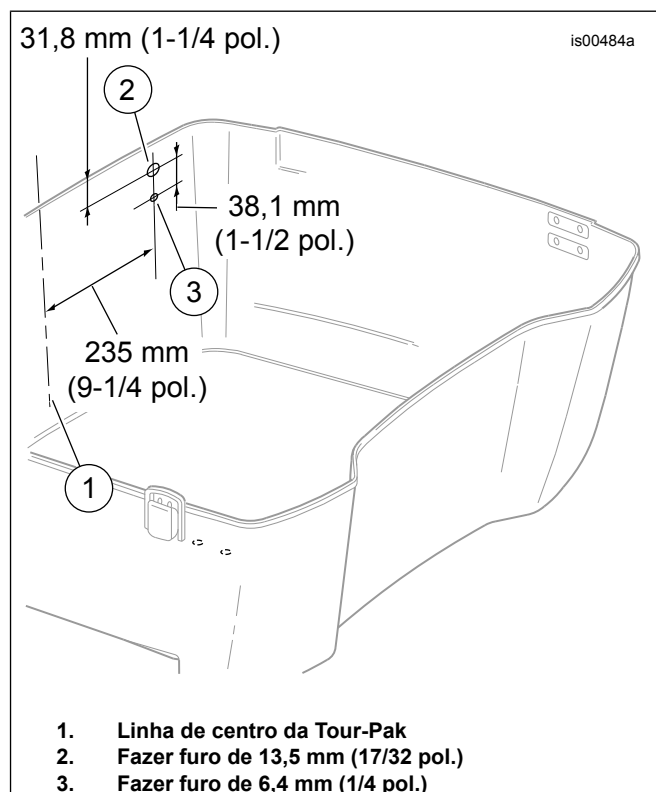

Figura 1. Local de perfuração da antena AM/FM Tour-Pak
4. Veja a Figura 1. Meça e determine o centro (1) da parede externa traseira da Tour-Pak.
10. Meça 31,8 mm (1-1/4 pol.) da borda superior da Tour-Pak na linha vertical do lado esquerdo e desenhe uma linha horizontal curta (2) transversal à linha vertical.
11. Meça 38,1 mm (1-1/2 pol.) da **primeira** linha horizontal e desenhe outra linha horizontal curta (3) transversal à linha vertical.